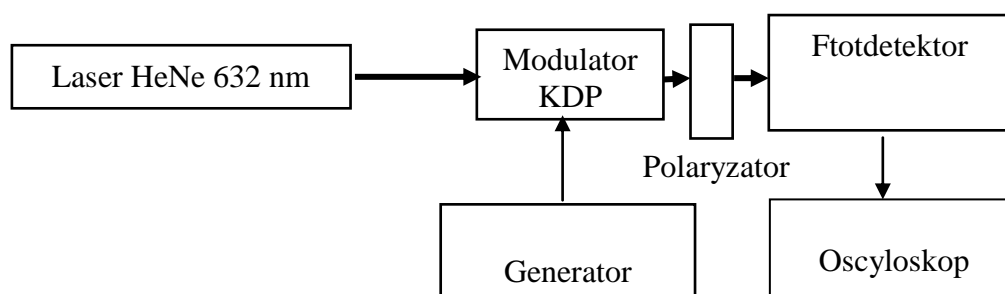

Rys.1.
1. Zestawić układ pomiarowy jak na rys.1.